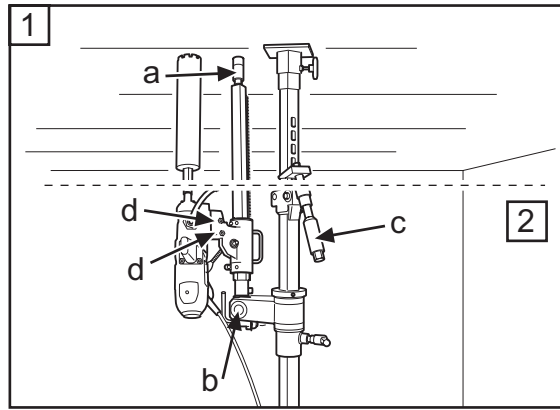

Fig.12
4. Comprobar que el tornillo de puntal (a) en la columna de perforación está enroscado. Levantar la columna de perforación y bloquearla en posición vertical con la tuerca de 30 mm (b) (fig.12).
4. Verificar se o parafuso de escora (a) na coluna de perfuração está na posição enroscada. Levantar a coluna de perfuração e bloqueá-la na vertical com a porca de 30 mm (b) (Fig. 12).
4. Check that the support column screw (a) in the drill column is screwed in. Fold up and lock the drill column in the vertical position with the 30 mm nut (b) (Fig.12).
6. Enroscar el tornillo de puntal en el techo para fijar la columna de perforación en posición y fijarlo con una tuerca de seguridad de 30 mm (a) (fig.12). Usar una regla de madera o similar como separador.
6. Enroscar o parafuso de escora contra o teto para fixar a coluna de perfuração em posição, e fixá-lo com a porca de segurança de 30 mm (a) (Fig. 12). Usar um calço de madeira ou similar como separador.
6. Screw in the support column screw against the ceiling to secure the drill column in position, secure with the locking nut 30 mm (a) (Fig.12). Use a wooden batten or the like as packing.